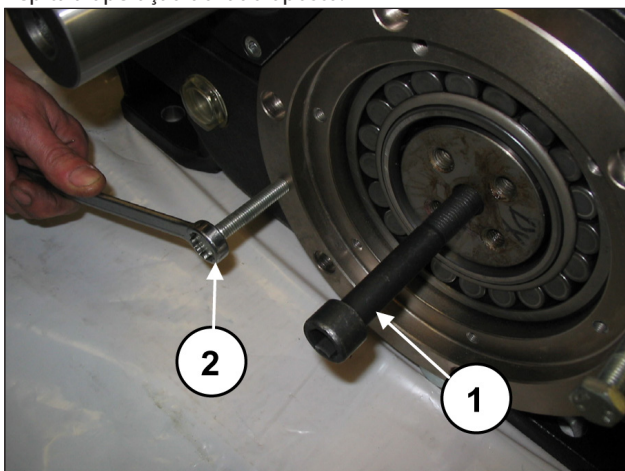
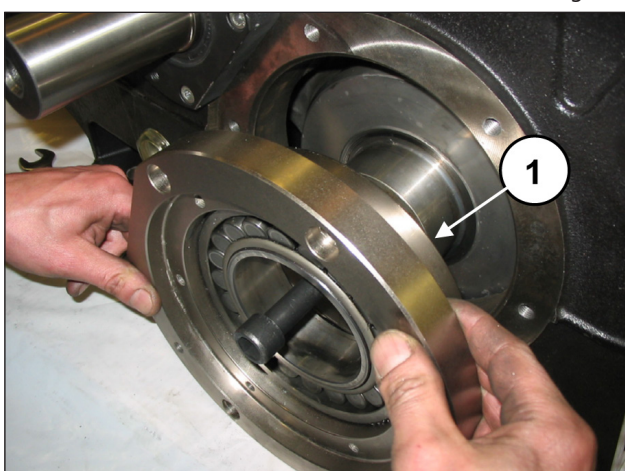

Fig. 23
Fig. 24
Aplique um pino roscado M16 em uma extremidade do eixo de manivela (pos. ①, Fig. 23) e, segurando-o, extraia a tampa do mancal completo com rolamento e O-ring (pos. ①, Fig. 24). Para facilitar a desmontagem, use 2 grãos ou parafusos M10 (pos. ②, Fig. 23) com a função de extratores. Repita a operação do lado oposto.